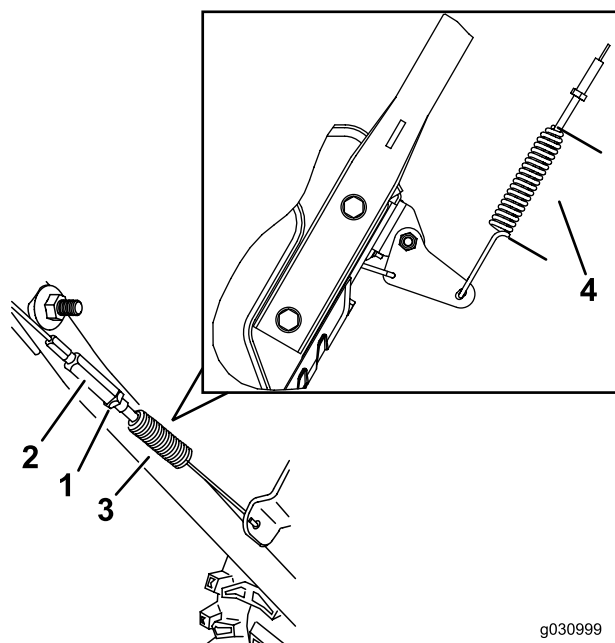

Figure 33
3. Desserrez ou serrez le tendeur pour régler la longueur du ressort à 5,5 cm (2,18 po), comme montré à la Figure 33.
4. Serrez l'écrou de blocage (Figure 33) en vérifiant que le câble est légèrement tendu.